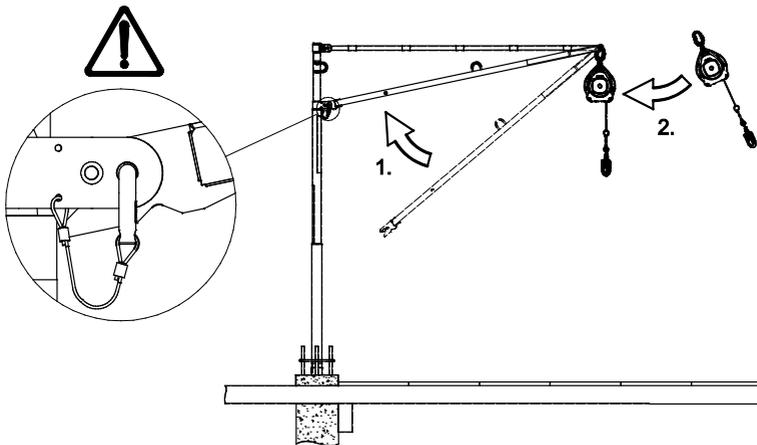
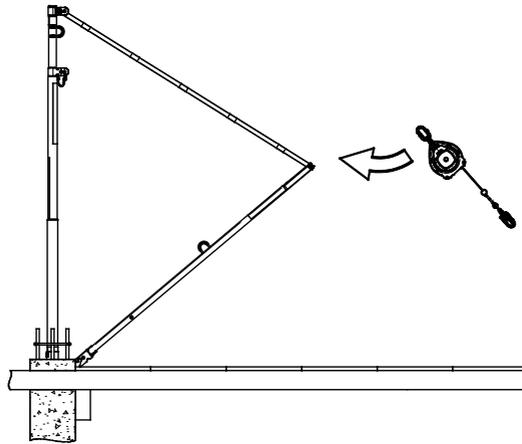

Abbildung 25. Montage des SkyReach Ankers und Anbringen eines Höhensicherungsgeräts Falcon (6,2 m).
Abbildung 26. Anbringen eines Hörensicherungsgeräts Falcon (6,2 m) in geringerer Höhe.
3. Fahren Sie fort, indem Sie entweder: (1) den SkyReach Anker vollständig aufbauen, indem Sie den Stützhaken in die unteren Ösen am Masten einhaken, gemäß Abbildung 25, und sichern Sie die Stütze mit dem Sicherungsbolzen gemäß Abbildung. Befestigen Sie dann das Höhensicherungsgerät an der Verankerung. Stellen Sie sicher, dass es korrekt befestigt ist. **Oder** (2) fahren Sie fort, indem Sie die Position von Ausleger und Stütze gemäß Abbildung 26 ausrichten und das Höhensicherungsgerät an der jetzt niedrigeren Verankerung befestigen, bevor Sie die Stütze am Masten befestigen.